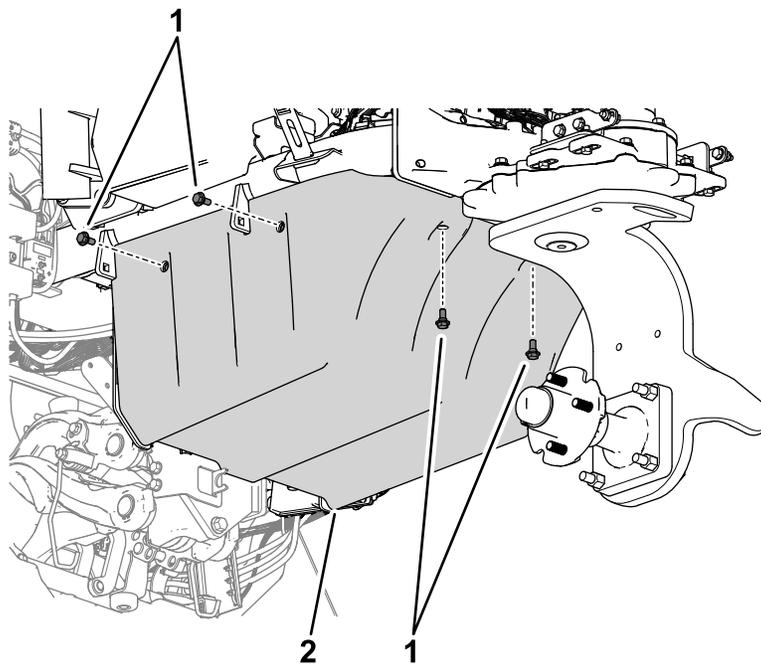

Bild 33
2. Verwenden Sie 6 Ansatzschrauben, um die untere Akkuabdeckung an der unteren Akkuhalterung zu befestigen (Bild 33).